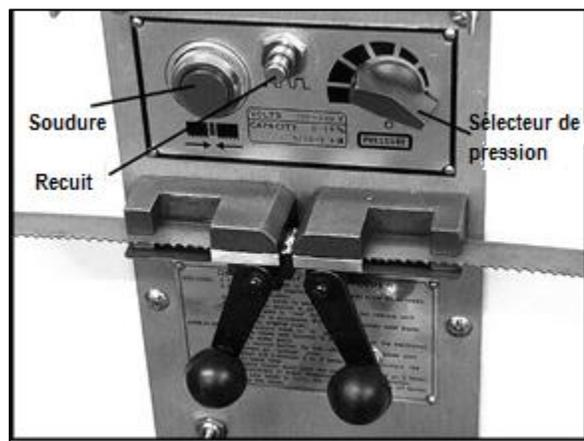

Figure 15
3. Mettre le sélecteur de pression (Figure 15) sur « 0 » (dirigé vers le bas). Une légère résistance sera ressentie en tournant le sélecteur.
7. Appuyer sur le bouton de soudure et le maintenir enfoncé (Figure 15). Lorsque le bouton est enfoncé, la mâchoire gauche se déplace sur la droite pour appliquer la pression sur les extrémités de la lame. Des étincelles jailliront simultanément des extrémités de la lame pendant la soudure. Ne pas relâcher le bouton de soudure tant que la jonction de la lame n'est pas « chauffée au rouge ».